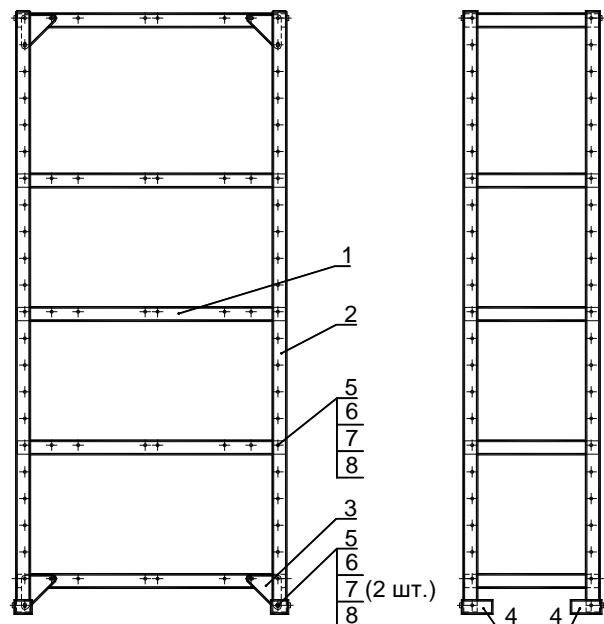
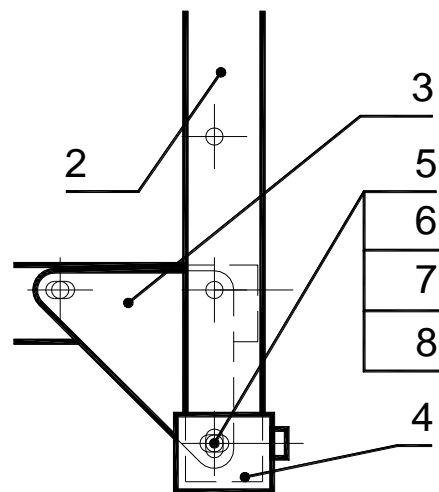

Рис. 1
Рис. 2
4.2 При сборке нижней и верхней полок совместить отверстия в опоре, косынке и полке, скрепить при помощи болта, гайки и шайб. (см. рис.2) При установке болта в овальное отверстие под головку болта ставить шайбу плоскую (поз. 6 рис. 1).